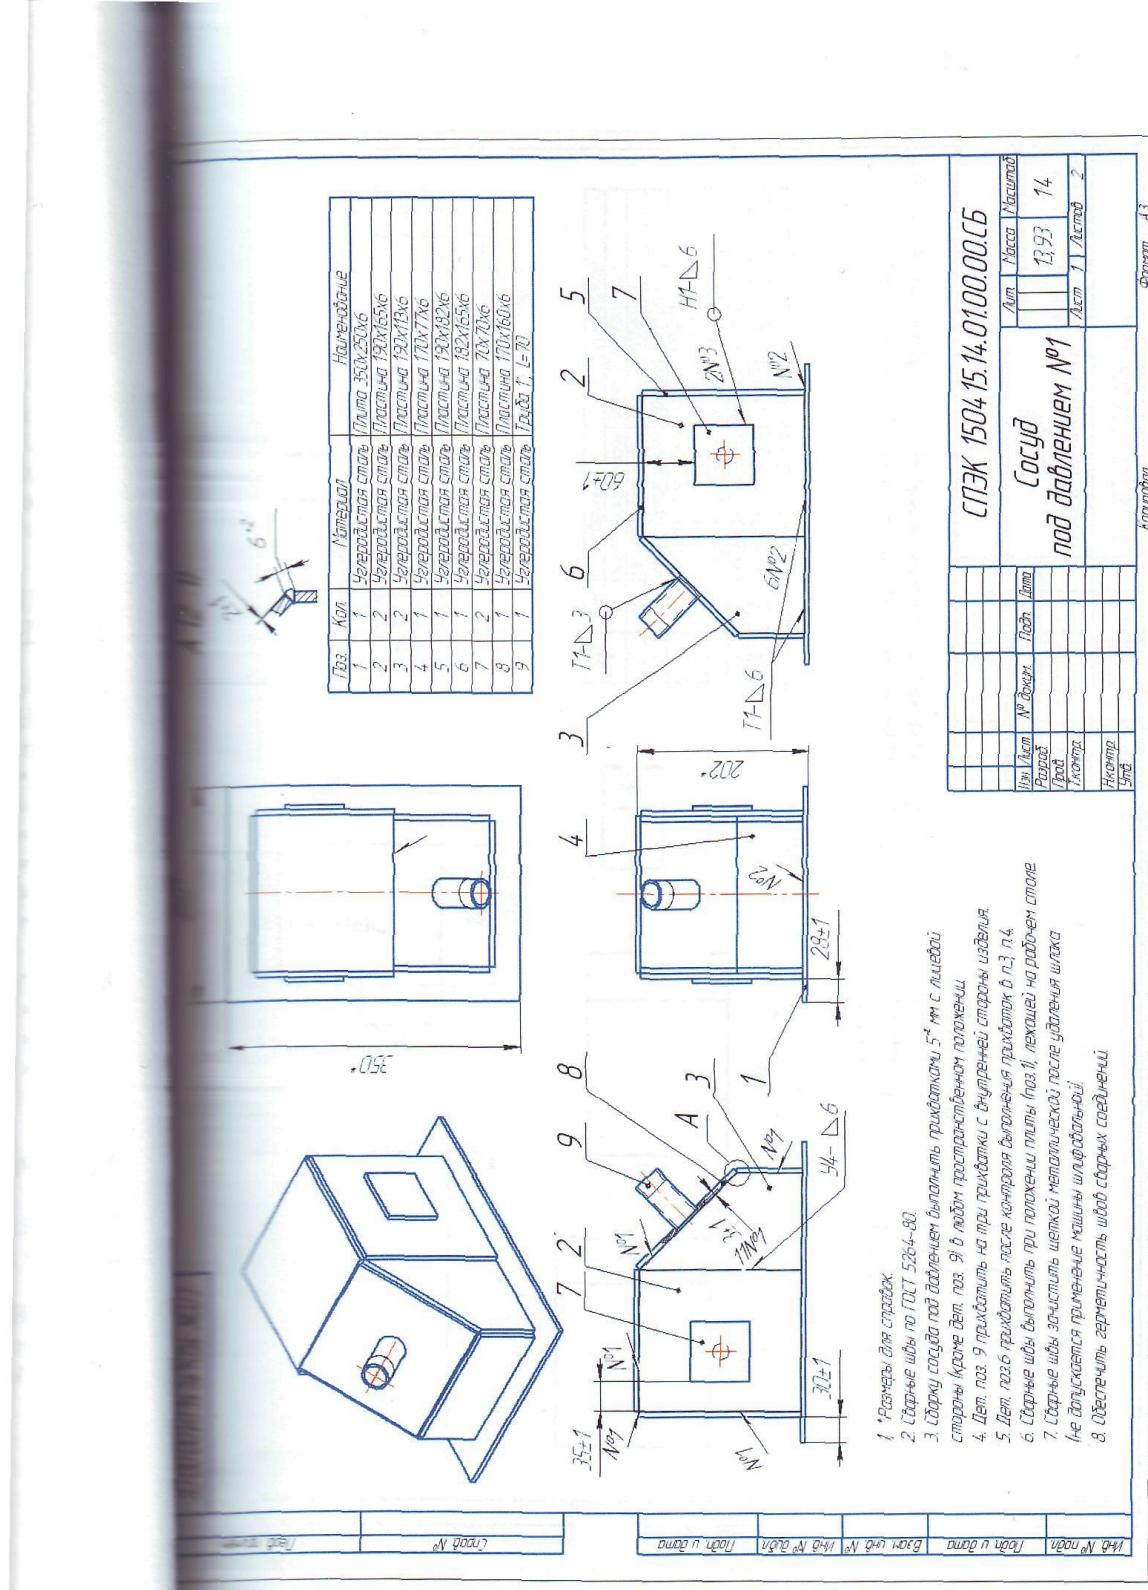

Рисунок 1
■ ■ ■ ПРИЛОЖЕНИЕ А1. Модуль 2. Сосуд под давлением. Задание №1. (Ручная дуговая сварка MMA(111)) Рис. 1, 2.